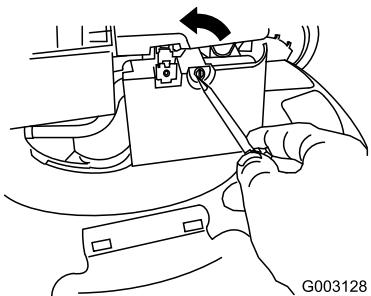

Figura 38
- Utilice un destornillador para abrir la tapa del filtro de aire (Figura 38).